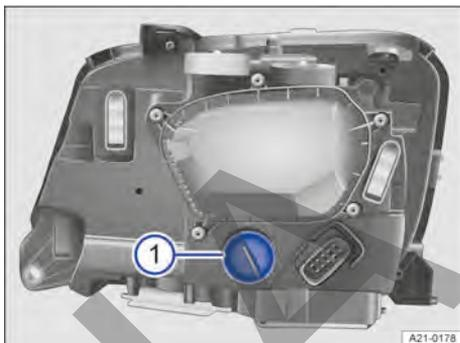

Fig. 150 En el vano motor: en el faro de xenón.
- Gire el portalámparas en el sentido contrario al de las agujas del reloj, hasta el tope, y extráigalo junto con la lámpara hacia atrás → fig. 150 ①.
- Coloque el portalámparas en el faro y gírelo en el sentido de las agujas del reloj hasta el tope → fig. 150 ①.